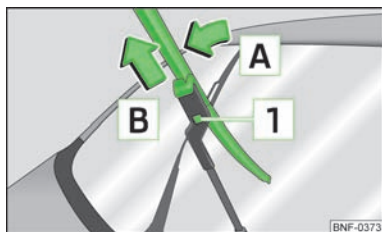

Fig. 30
- Sollevare il braccio del tergicristallo dal lunotto e quindi ribaltare leggermente le spazzole tergicristallo in direzione del braccio, freccia [A] » fig. 30.